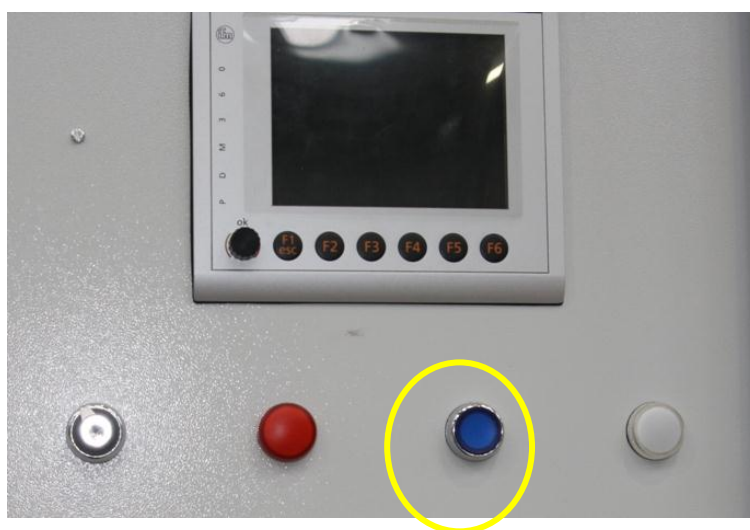

Рисунок 7-4. Ключ переключения положений запуска/останова системы
- Поверните ключ SYSTEM START/STOP (ЗАПУСК/ОСТАНОВКА СИСТЕМЫ) ВПРАВО (начальное положение) (Рисунок 7-4)